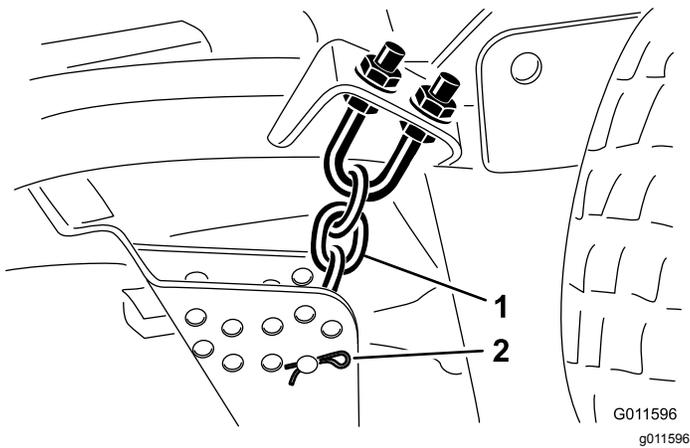

Figura 17
8. Togliete la coppiglia e il perno con testa che fissano le catene dell'altezza di taglio sul retro dell'apparato di taglio (Figura 17).